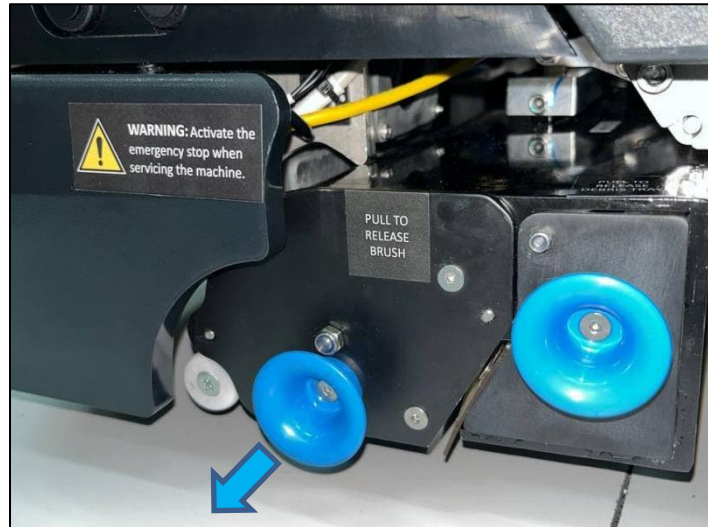

Fig. 1
1. Détachez le couvercle de la brosse sur le côté droit du robot en tirant sur le bouton (Fig. 1).